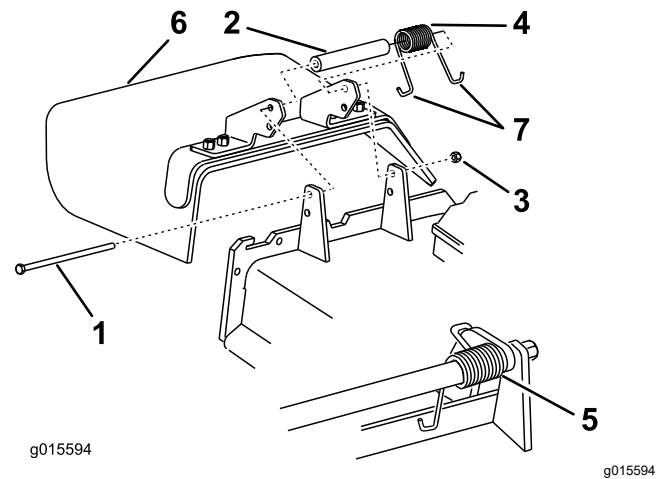

Figura 105
Nota: Asegúrese de colocar un extremo con gancho en J del muelle detrás del reborde de la carcasa antes de instalar el perno, según se muestra en Figura 105.
6. Coloque 1 extremo en J del muelle alrededor del deflector de hierba (Figura 105).
1. Retire la contratuerca, el perno, el muelle y el espaciador que sujetan el deflector a los soportes de pivote (Figura 105).
2. Retire el deflector de hierba dañado o desgastado (Figura 105).